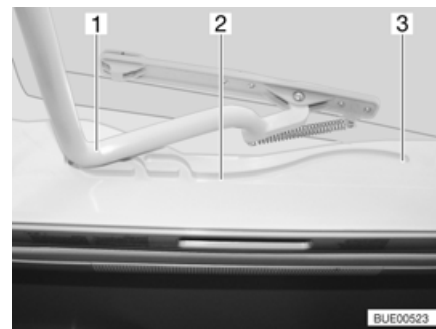

Fig. 108 Oblò Heki, guida
- Tirare la staffa (Fig. 108,1) nelle guide (Fig. 108,2) fino alla posizione più all'indietro (Fig. 108,3).
- Spingere la staffa (Fig. 108,1) leggermente verso l'alto con ambedue le mani.
- Tirare la staffa nelle guide (Fig. 108,2) fino alla posizione desiderata.